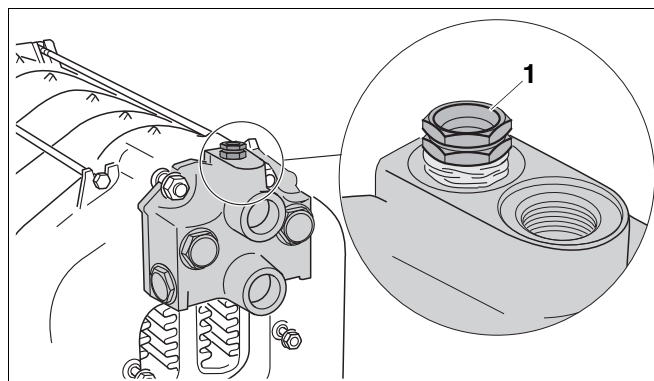

Рис. 24 Установка гильзы для датчиков
- Заглушить подающую и обратную линии (воздушник установить на фитинге Rp 3/4) (→ рис. 24).